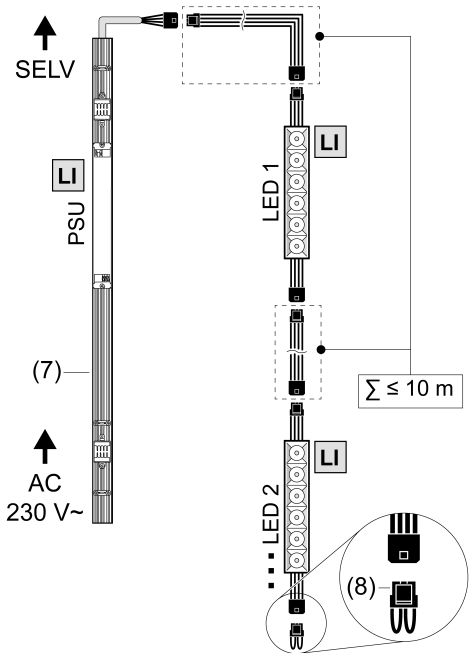

Bild 4: Anschlusskizze
- Zur Ermittlung der Anzahl Lichteinsätze pro Betriebsgerät Leistungsindex (LI) verwenden: $LI_{min} \text{ (Betriebsgerät)} \leq LI \text{ (Lichteinsätze)} \leq LI_{max} \text{ (Betriebsgerät)}$
- Lichteinsätze gemäß Anschlusskizze verketteten und mit einem geeigneten Betriebsgerät (9) verbinden (Bild 4).
- Verkettung am Ausgang des letzten Lichteinsatzes immer mit einem Kurzschlussstecker (8) abschließen.